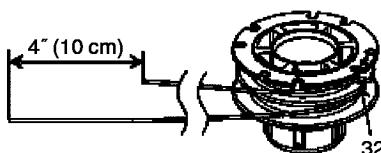

Fig. 38
Accrochez le bout en U du fil nylon dans la rainure (32) du séparateur central de la bobine. Enroulez les deux moitiés du fil sur la bobine dans le même sens en gardant chaque moitié de son côté du séparateur. (Fig. 38)